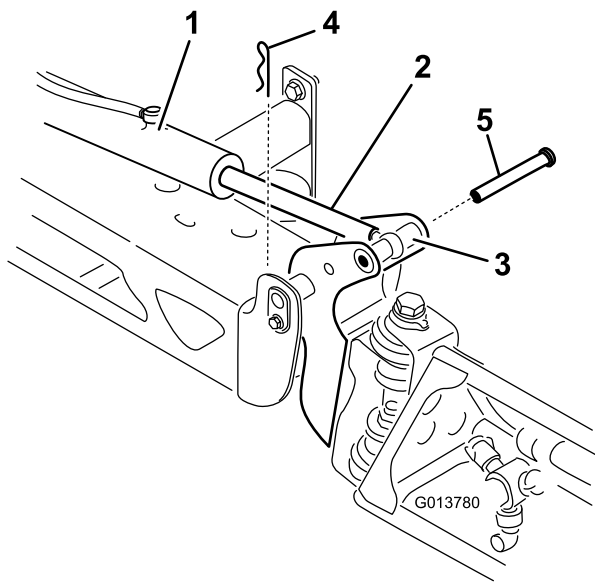

Figura 113
2. Retire la chaveta del pasador de giro (Figura 113).
- Levante el brazo, retire el pasador (Figura 113), y baje el brazo lentamente al suelo.
- Sujetando el brazo, introduzca el pasador a través del pivote del brazo y del émbolo del actuador (Figura 113).